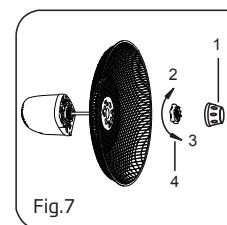

Fig.7
- Dévissez le boulon dans le sens des aiguilles d'une montre et l'écrou en plastique dans le sens inverse des aiguilles d'une montre pour les enlever tous les deux. Fixez la grille arrière au moteur puis resserrez l'écrou en plastique. (Fig. 7)